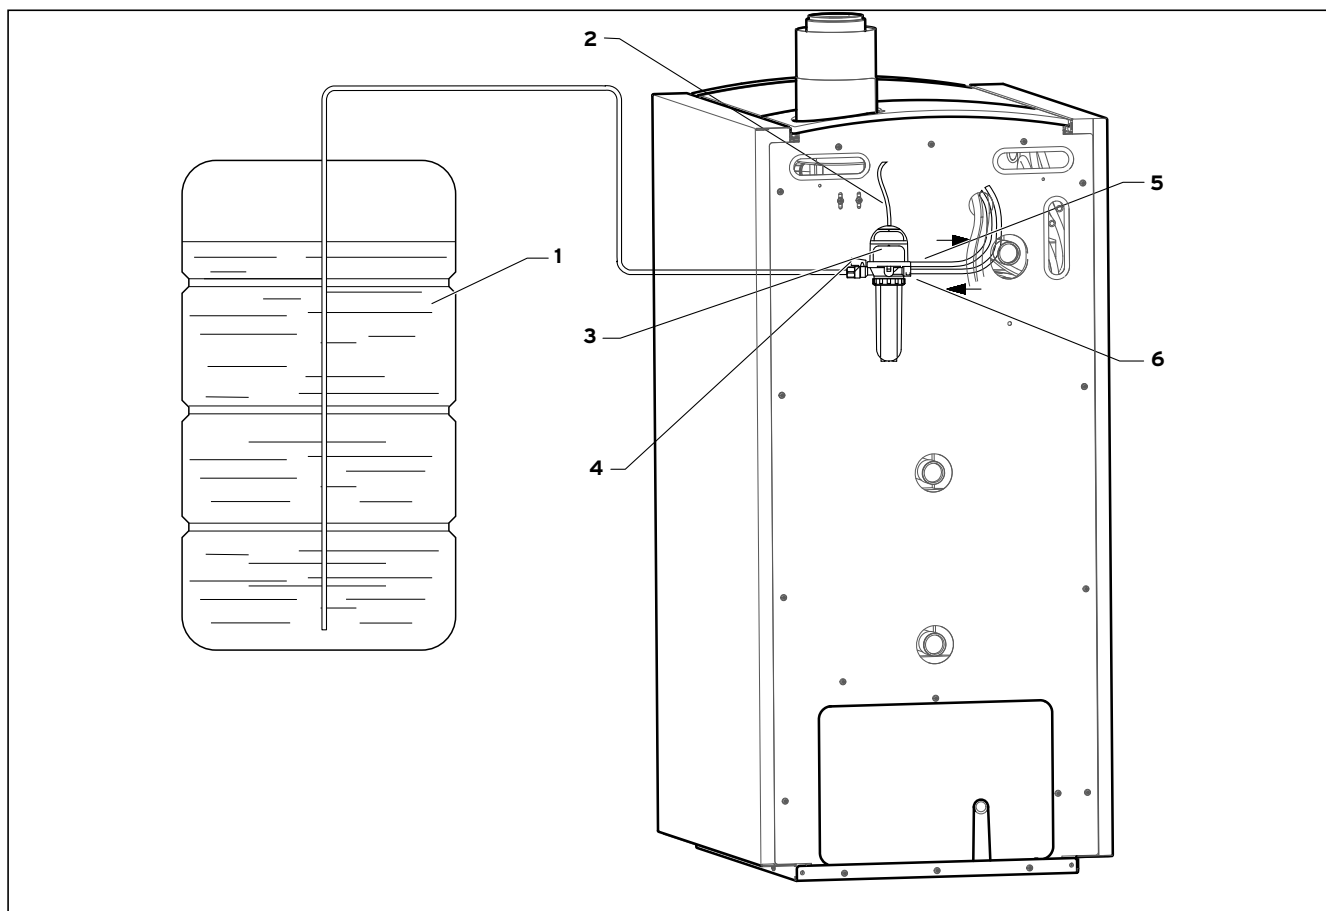
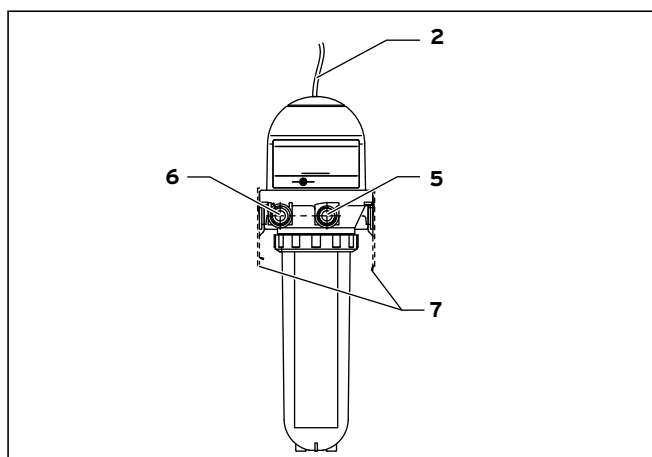

Fig. 4.1 Eksempel på montering fyringsolieudluffer
Fig. 4.2 Fyringsolieudluffer
Billedtekst til Fig. 4.1 og Fig. 4.2
- Tilslut olieledninger fra olietanken (1) (se Fig. 4.1) og brænderen til fyringsolieudlufteren (3).
Byt ikke om på olieledninger på fremløb- (5) og returløbttilslutningen (6) (se Fig. 4.1), før de monteres, da dette kan føre til skader på fyringsolieudlufteren og brænderpumpen. Fremløb og returløb er mærket med pile på brænder, slanger og fyringsolieudlufter.
- Anbring afgasningsledningen (2) (se Fig. 4.1) på tilslutningsniplen.
- Før afgasningsledningen ind i icoVIT som vist i Fig. 4.1.